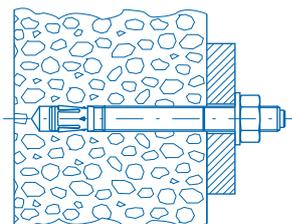

Рис. 9
- Анкеровка трением (рис. 9) — внешняя сила компенсируется за счет сил трения, возникающих при распоре анкера в базовом основании.